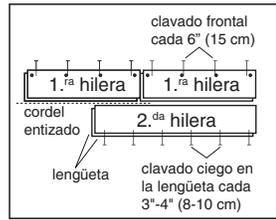

Figura 6
- Utilice los tableros más largos y rectos para las primeras dos hileras. Para piezas al azar y de anchos alternos, utilice la plancha más ancha para la primera hilera. Alinee la lengüeta de la primera hilera en el cordel entizado. La ranura debe estar orientada hacia la pared de inicio. Pretaladre 1/2" (13 mm) desde la parte posterior del borde (ranura) a 1"-2" (2.5-5 cm) desde cada extremo y a intervalos de 6" (15 cm) cuando sea posible (Figura 6). Asegure con clavos de acabado 4 o 6 d con una clavadora neumática de acabado con clavos/tachuelas de 1" (2.5 cm). Avellane los clavos.